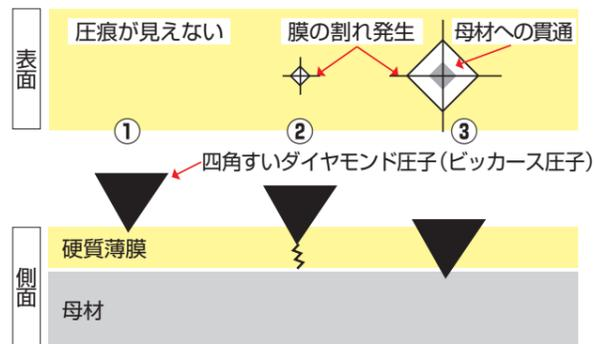

図1 硬質薄膜へのビッカース硬さ試験の問題点
工業的に広く使われるビッカース硬さでは、試料についての圧痕の大きさを顕微鏡で観察して硬さを評価するため、試料が硬質薄膜の場合、図1のように、①小さな荷重では視認できる大きさの圧痕がつかない、視認可能な圧痕がつく荷重では、②膜が割れたり、③膜を突き抜けてしまう、等の理由により正しく測定できないという問題がありました。